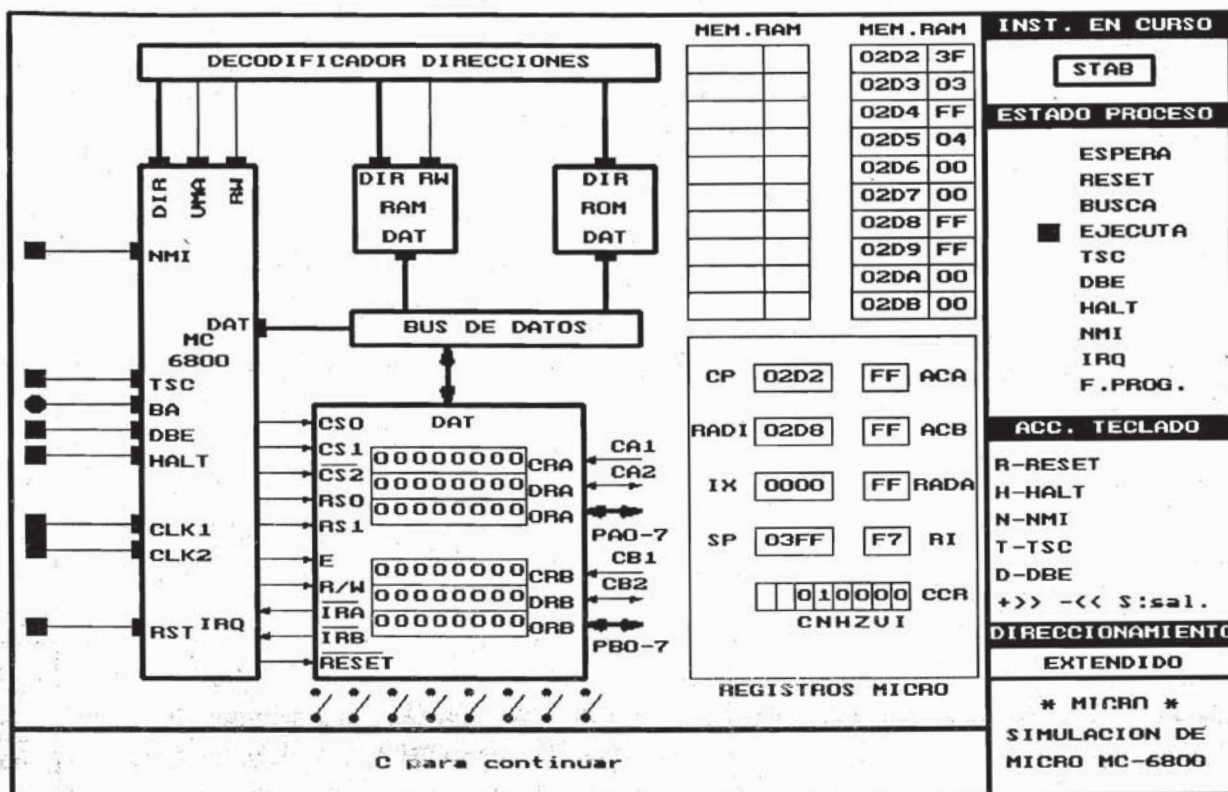
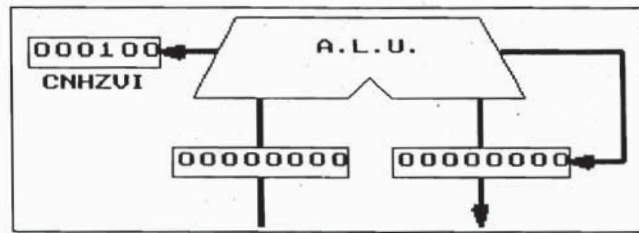

Figura 1. Pantalla del entorno MC 6800.
Figura 4. Ventana de ampliación de la ALU.
La figura 1 muestra una pantalla con el entorno MC 6800, en la que se pueden apreciar:
- Emular la ejecución del programa en el entorno MC 6800, (figura 1), así como visualizar distintas ampliaciones de la ejecución, como es la Unidad Aritmética-Lógica, (ALU), (figura 4), o visualizar el contenido de los buses de datos y direcciones, (figura 5).